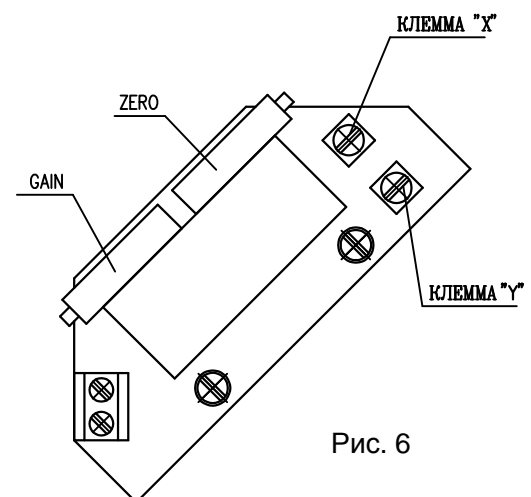

Рис. 6
4.4.1 EPV - 2-проводниковое включение (рис.6)
Установте датчик сопротивления на основании инструкции в предыдущей главе так, что величину сопротивления измеряйте на клеммах X-Y (рис.6). (употреблен датчик с сопротивлением 100W)
Поворачиванием устанавливающего триммера ZERO (рис.6) установите величину выходного сигнала тока, измеряемого на клеммах 81-82, на величину 4 мА.
Поворачиванием устанавливающего триммера GAIN (рис.6) установите величину выходного сигнала тока, измеряемого на клеммах 81-82, на величину 20 мА.